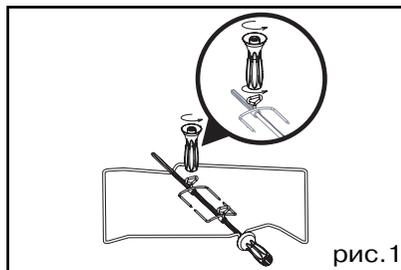

рис.1
• вставьте в вертел одну из регулируемых вилок и насадите продукт; вставьте вторую вилку; отцентрируйте и закрепите при помощи винта обе вилки (рис. 1).